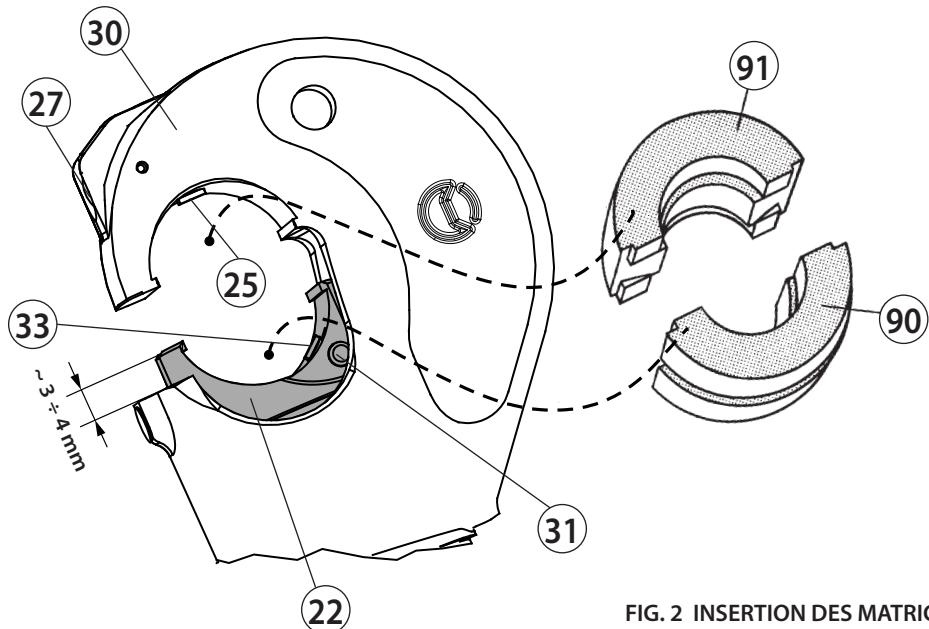

FIG. 2 INSERTION DES MATRICES
- En maintenant la détente (57) pressée, fermer à fond le bras mobile, ce qui provoquera la retour du piston et par conséquent la fermeture des matrices.
3. CHANGEMENT DES MATRICES (Voir Fig. 2)